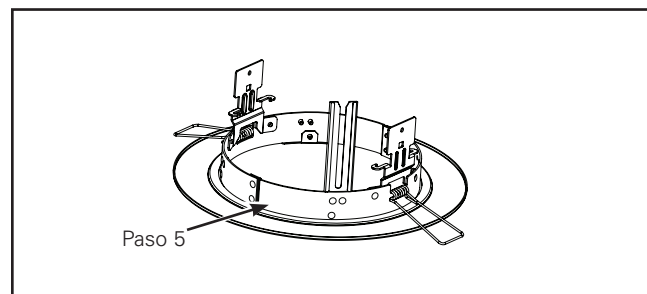

Figura 2. Pasos de la instalación
5. Corrobore que el anillo quede de forma plana sobre las cuatro bridas del borde (Figura 2.).